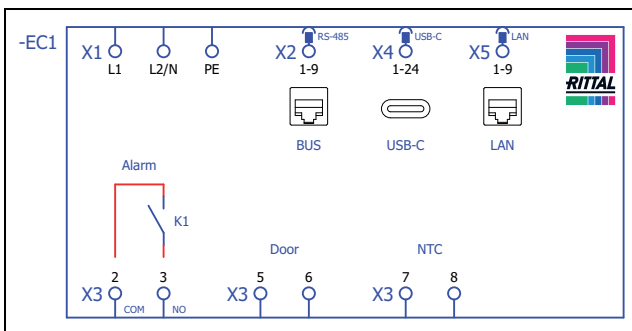
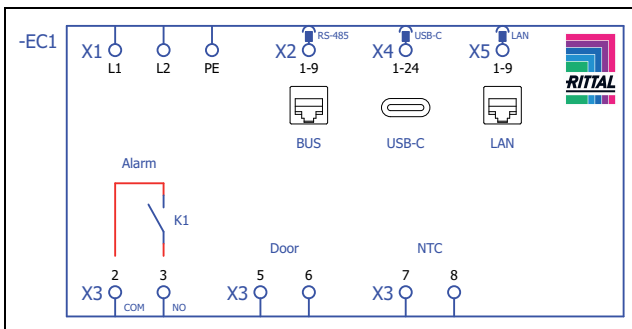

Abb. 45: Anschlusschema SK 3478800, SK 3478801, SK 3479800, SK 3479801, SK 3480800, SK 3484800
Abb. 46: Anschlusschema SK 3484840
- Entnehmen Sie aus dem Versandbeutel den Netzstecker und stellen Sie gemäß der zugehörigen Anschlusskennzeichnung die Netzversorgung her (Abb. 45 bzw. Abb. 46).